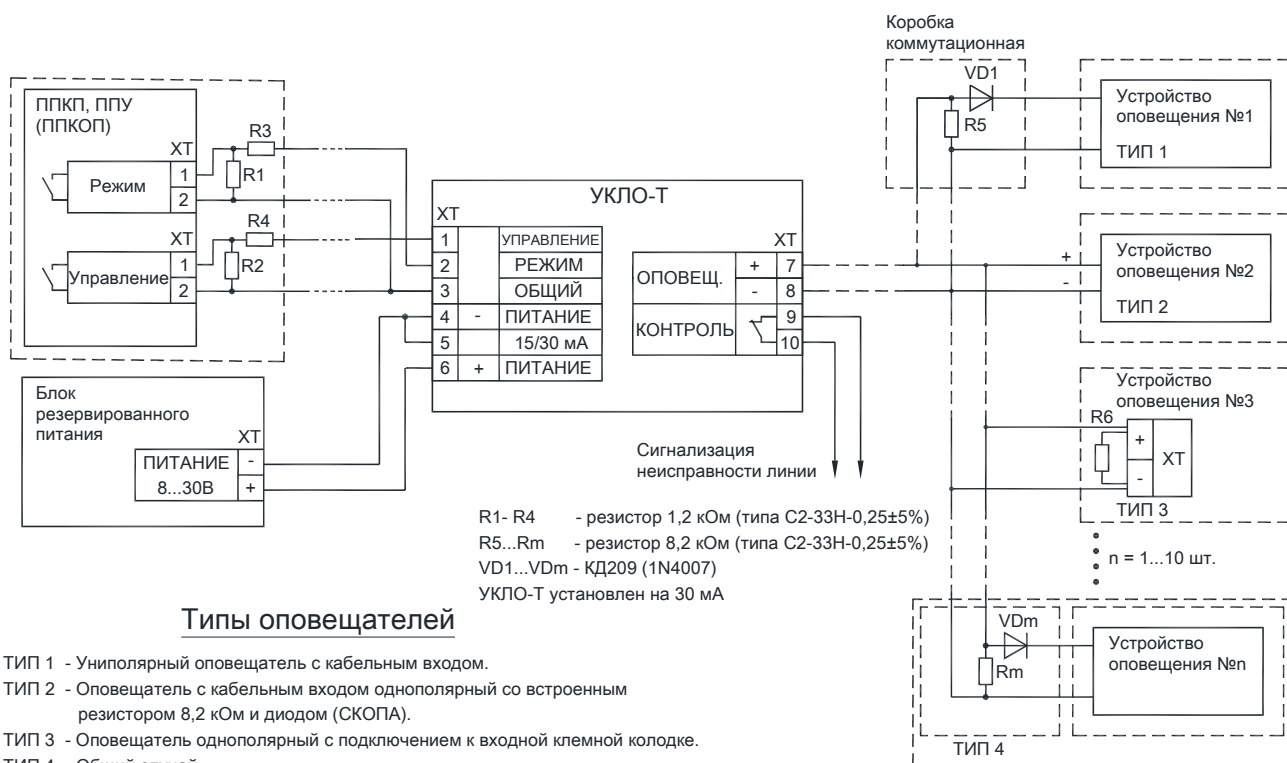

Рис. 2. Схема подключения УКЛО-Т.
7.2 Произвести подключение по схеме согласно рис.2.
- в оповещателях СКОПА и ЗОВ указанные элементы имеются в составе схемы оповещателя (см. рис. 2 Тип 2); при этом, если в резисторе нет необходимости (например, при линейном расположении оповещателя), он может быть отключен установкой дополнительного диода на входе.
- многие серийные УО имеют одностороннюю проводимость по входу питания; в этом случае диод допускается не устанавливать (см. рис. 2 Тип 3).
7.3 Дополнительные резистор и диод могут устанавливаться во вводном отделении УО непосредственно на контактах входной клеммной колодки (см. рис. 2 Тип 3).
При подключении оповещателей с залитым кабелем (мина СКОПА, ЗОВ) дополнительные элементы (дополнительные диоды при линейном расположении) должны устанавливаться в промежуточной коммутационной коробке, располагаемой как можно ближе к УО (см. рис.2 Тип 1).